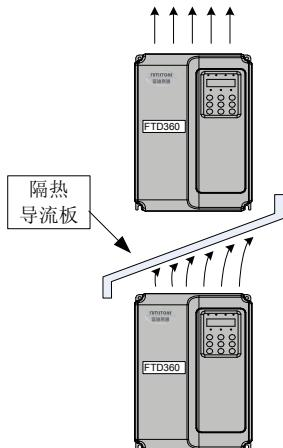

图 3-2 隔热带板安装示意图上下安装图
- 2) 请向上垂直安装变频器，便于热量向上散发。若柜内有多台变频器时，请并排安装。在需上下安装的场合，请参考图 3-2，安装隔热导流板。